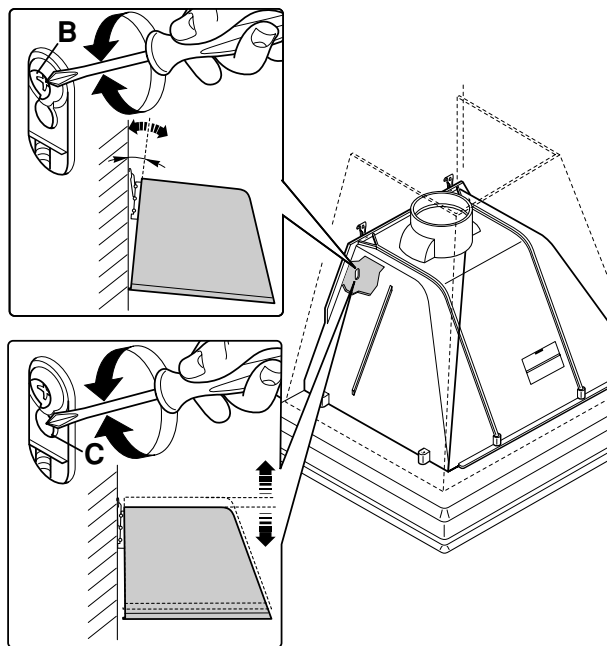

Fig. 3
- Regolare l'allineamento della cappa tramite le viti delle attaccaglie (Fig. 3). La vite superiore (B) regola la distanza dalla parete, quella inferiore (C) lo scorrimento verticale.
- Adjust the alignment of the hood using the screws on the brackets (Fig. 3). The upper screw (B) is used to adjust the distance from the wall, and the lower screw (C) the vertical sliding.